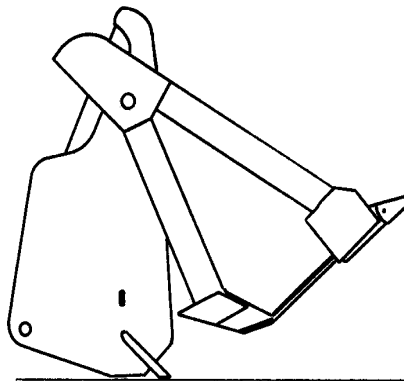

Рис. 4.30. Многооперационный ковш, установленный в состояние сгребания (срезания) материала
2. Для того чтобы использовать многооперационный ковш для сгребания материала, необходимо установить ковш на опорную поверхность и открыть скобу больше или меньше (в зависимости от требуемой величины заглубления ковша в грунт) (Рис. 4.30).